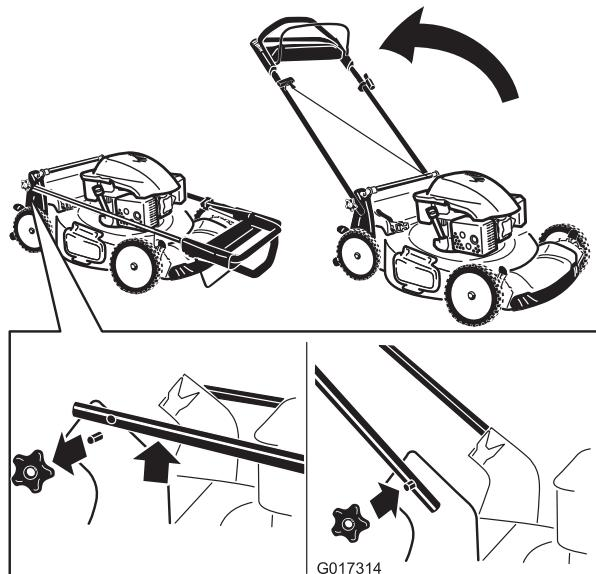

Figure 3
- Retirez et conservez les boutons du guidon sur le carter de la machine (Figure 3).